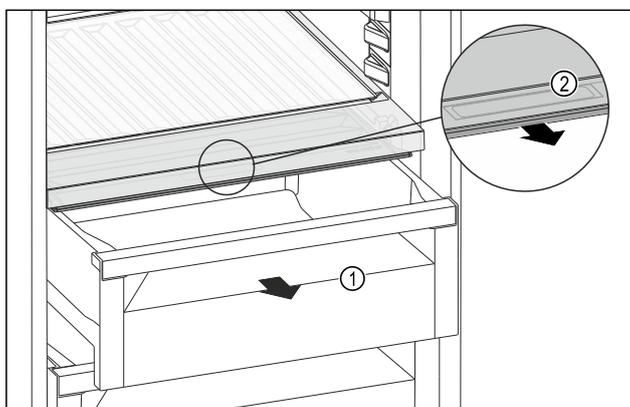

Fig. 158
- ▶ Витягніть висувний ящик Fig. 158 (1).
- ▶ Візьміться за потайну ручку Fig. 158 (2) на кришці відділення й одночасно потягніть кришку відділення вперед.